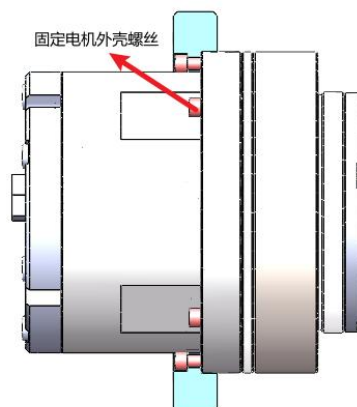

图 18-7 未将输出法兰受力传递到交叉滚子轴承上的错误安装方式
5、安装方式不当会影响模组受力，如图 18-7 所示。关节模组内置精密交叉滚子轴承，用于直接支撑外部负载。图示错误安装方式未将输出法兰受力传递至交叉滚子轴承，而是传递至固定电机外壳的螺栓。